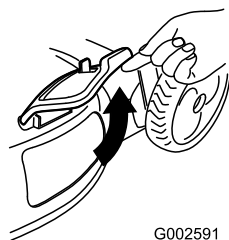

Bild 27
2. Öffnen Sie die Seitenauswurfsklappe (Bild 27).